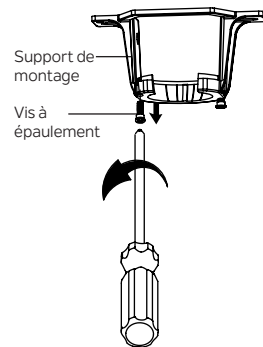

Fig. 15
Étape 1. Retirez l'une des deux vis à épaulement du support de montage. Desserrez la deuxième vis à épaulement sans la retirer complètement. (Fig 15)